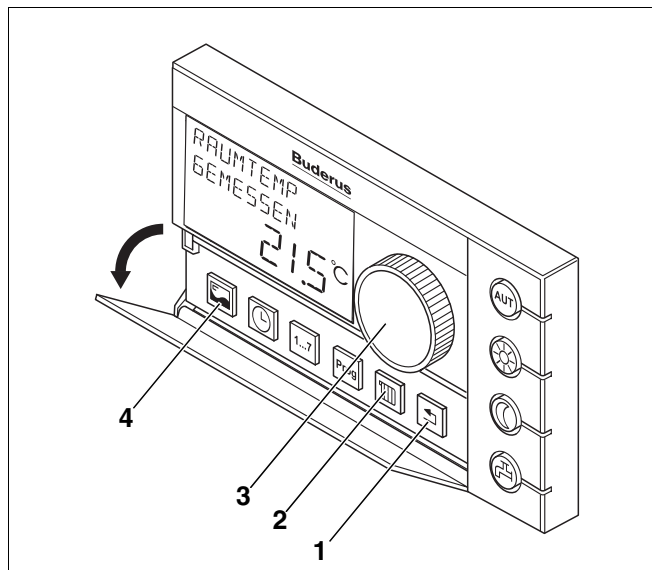

Рис. 42 Пульт управления RC30
- Вызвать сервисный уровень пульта управления RC30, для этого одновременно нажать кнопки "Индикация", "Отопительный контур" и "Назад" (рис. 42, поз. 4, 2, 1). На дисплее появится "СЕРВИС МЕНЮ ЯЗЫК".
- Ручкой управления (рис. 42, поз. 3, выбрать "СЕРВИС МЕНЮ МОНИТОР".
- Нажать кнопку "Индикация" (рис. 42, поз. 4) и, поворачивая ручку управления, установить пункт меню "МОНИТОР КОТЕЛ".